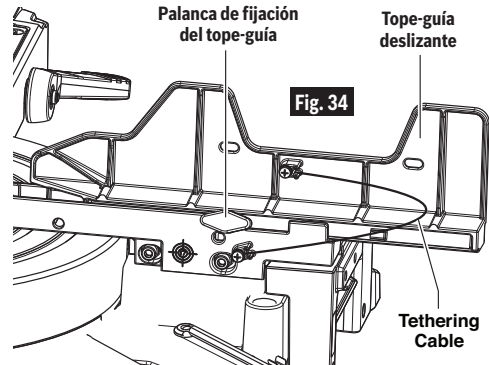

Fig. 34
1. Jale la palanca de fijación del tope-guía hacia la parte delantera de la herramienta para aflojar el tope-guía, vea la fig. 34.
1. Afloje la perilla de bloqueo de la guía deslizante en sentido antihorario 4 rotaciones, vea la fig. 34.